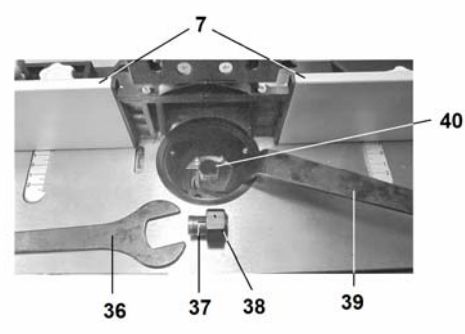

Рис.10
- демонтировать вкладышные кольца (35);
- винтом (13) ослабить фиксацию положения установки высоты фрезы;
- маховиком (15) установить фрезу в верхнее положение;
- как показано на Рис. 10, используя ключи (36 и 39), скрутить гайку (38), извлечь цангу (37);